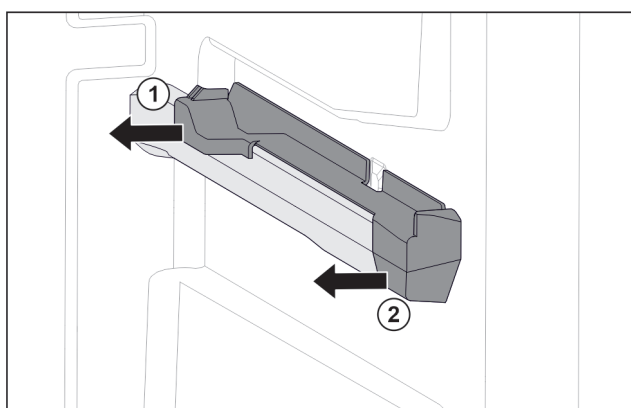

Fig. 77 Вставная часть на правом контейнерном ребре
- Отодвиньте вставную часть сзади в сторону. Fig. 77 (1)
- Отодвиньте вставную часть спереди в сторону. Fig. 77 (2)